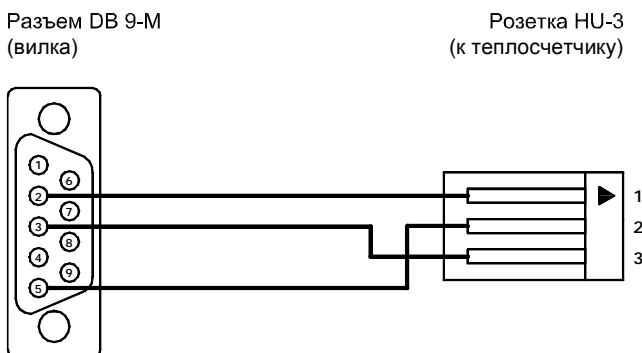
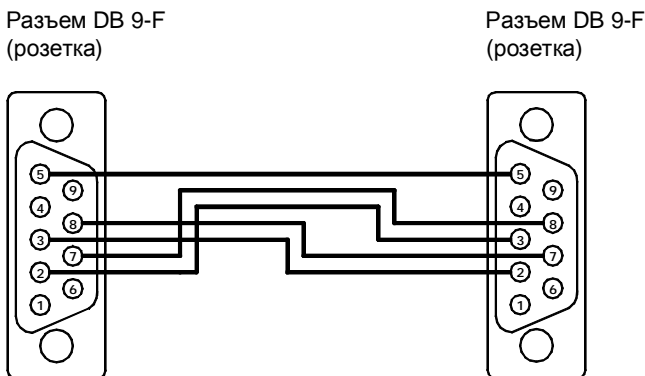

рис. 6.5
рис. 6.6
6.9.2 В случае, когда теплосчетчик поставляется с установленным переходным кабелем (см. карту заказа, ПРИЛОЖЕНИЕ А), для считывания данных по интерфейсу RS-232C в ПК необходимо подключить к переходному кабелю, изображенному на рис. 6.5, нуль-модемный кабель (см. рис. 6.6).
6.9.3 Для считывания данных по интерфейсу RS-232C в адаптер переноса данных необходимо подключить адаптер к переходному кабелю (см. рис. 6.5).